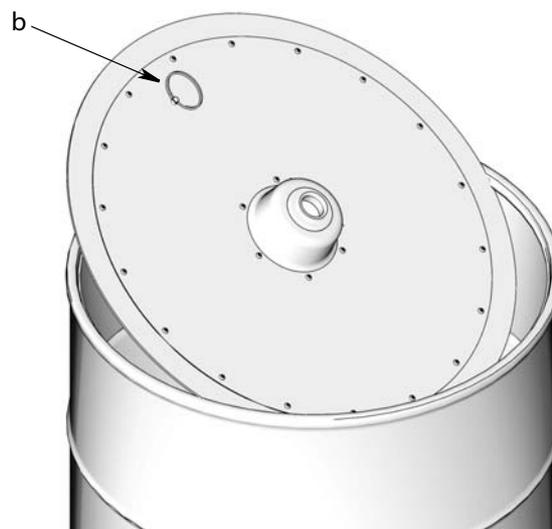

Рис. 6
- Если это уже имеющаяся установка, вытолкните из бочки кольцо упорной пластины (b), чтобы снять саму упорную пластину (Рис. 6). Поместите упорную пластину на чистую бумагу, картон или чистые куски ткани. **НЕ КЛАДИТЕ ЕЕ ПРЯМО НА ПОЛ.**